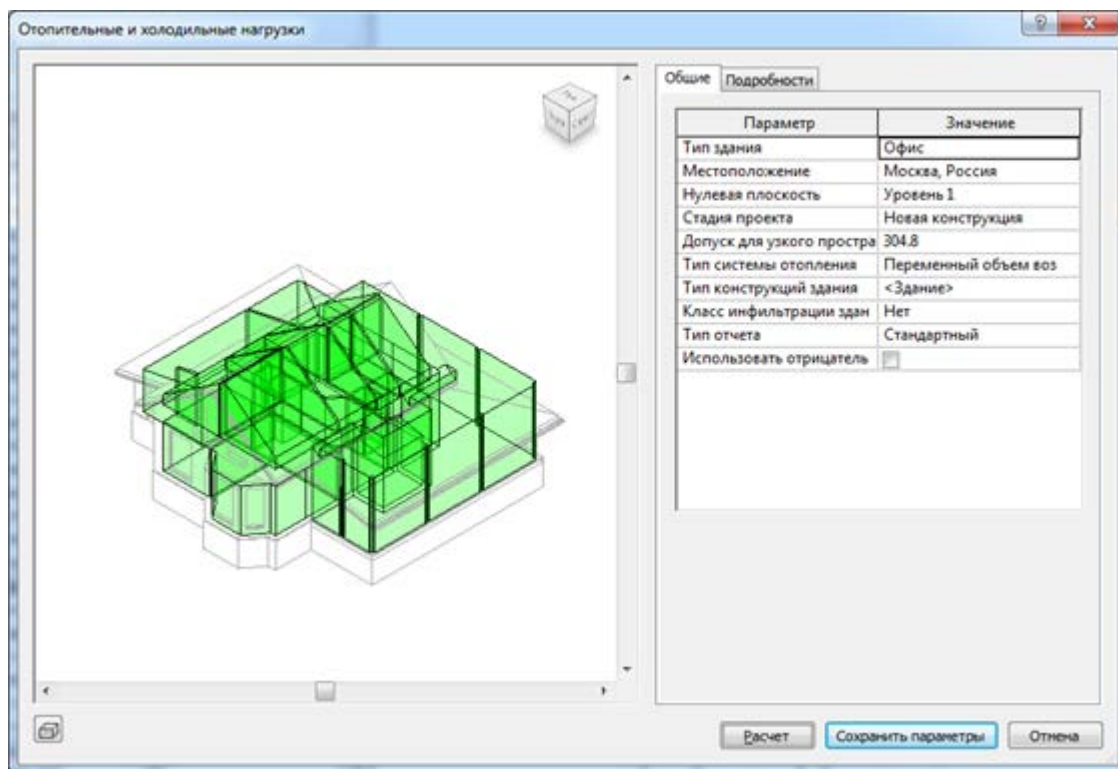

Рисунок 3.35. Диалог Отопительные и холодильные нагрузки
Для определения свойств наружных стен необходимо вызвать диалоговое окно Отопительные и холодильные нагрузки (Анализ->Отчеты и спецификации->Отопительные и холодильные нагрузки (LO) (рисунок 3.35). Далее нужно нажать во вкладке «Общие» в строке «Тип конструкций